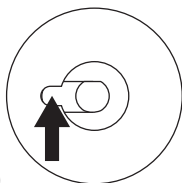

Рис. 10
- через отверстие, расположенное левее стержня ручки управления температурой духовки (см. рис. 10), регулировочным винтом с помощью отвертки отрегулируйте пламя до малого, но устойчивого горения (пламя можно видеть через отверстия в дне духовки);